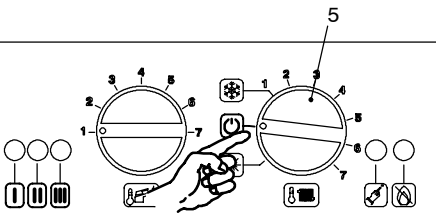

fig. 5.31
- 9 Posizionare il selettore 5 come indicato in fig. 5.31 per uscire dalla programmazione.